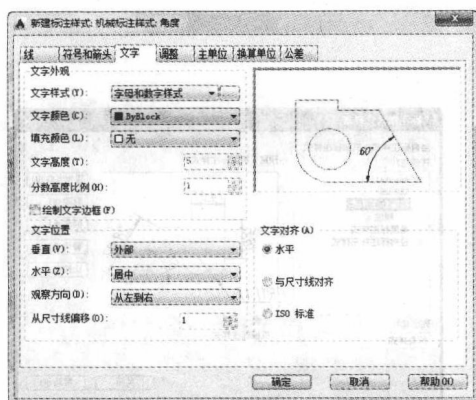

图 1-28 设置角度标注文字的对齐方式
2. 单击“继续”按钮，弹出“新建标注样式”对话框，打开“文字”选项卡，在“文字位置”选项组的“垂直”下拉列表中选择“外部”，在“文字对齐”选项组中选中“水平”单选按钮，即将角度标注文字位于尺寸线外部且水平书写。“文字”选项卡的设置如图 1-28 所示。
2. 打开“文字”选项卡，在“文字对齐”选项组中选中“与尺寸线对齐”单选按钮，如图 1-28 所示。